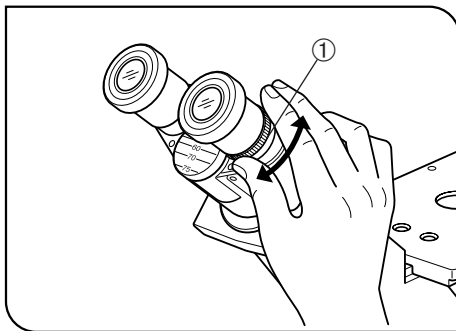

Fig. 11
(Fig. 11 a 13)
2. Enquanto olha pela ocular direita com o olho direito, rode apenas o anel de ajuste de dioptrias ① para focar a amostra. (Fig. 11)